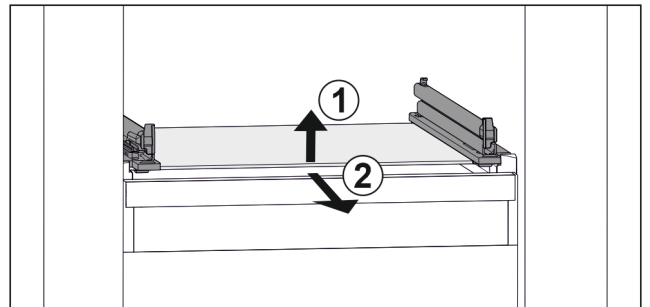

Fig. 73 Primjerni prikaz staklene ploče
- ▶ Staklenu ploču podignite srijeda. Fig. 73 (1)
- ▶ Izvadite staklenu ploču prema naprijed. Fig. 73 (2)